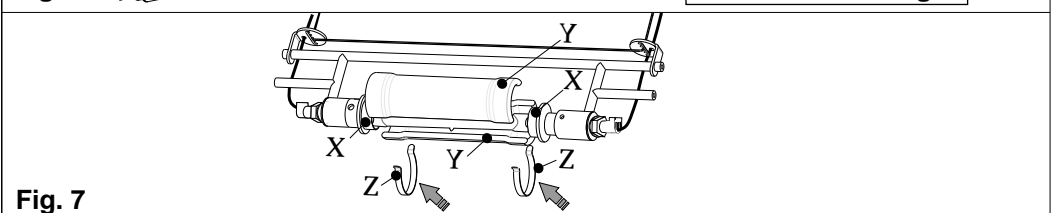

Fig. 7
- Insert bulb inside double ended socket, then place the two half safety glass pyrex tubes "Y" in order to be coupled inside the opposite collars of rings "X" as shown. Clamp the two parts by pushing the two release springs "Z" as shown in Fig.7.
- Fig.7** Dopo aver inserito la lampadina Alogena R7s, accoppiare le due metà del vetro di protezione pyrex "Y" all'interno della sede costituita dai due anelli laterali "X". Assicurare le due metà inserendo a scatto le molle "Z" alle estremità del vetro Pyrex, come illustrato in figura 7.
- Abb.7** Nachdem das halogene Glühmittel (R7s) eingeführt worden ist, die zwei Hälften des Schutzglases "Y" aneinander legen und in die beiden Seitenringe "X" legen. Die zwei Hälften aneinander sichern, indem man die zwei Klammern "Z" an die Enden des Schutzglases festklammert (siehe Abbildung 7).
- Fig.7** Après avoir inséré l'ampoule halogène R7s, accoupler les deux moitiés du verre de protection pyrex "Y" à l'intérieur de la siège formée par les deux bagues latérales "X". Assurer les deux moitiés en insérant à dé clic les ressorts "Z" aux bouts du verre Pyrex, comme montré dans la figure 7.
- Fig. 7** Después de haber introducido la bombilla Halógena R7s, junte las dos mitad del vidrio de protección pyrex "Y" dentro del asiento constituido de los dos anillos laterales "X". Asegure las dos mitad introduciendo a clic los muelles "Z" a la extremidad del vidrio Pyrex, como ilustrado en figura 7.